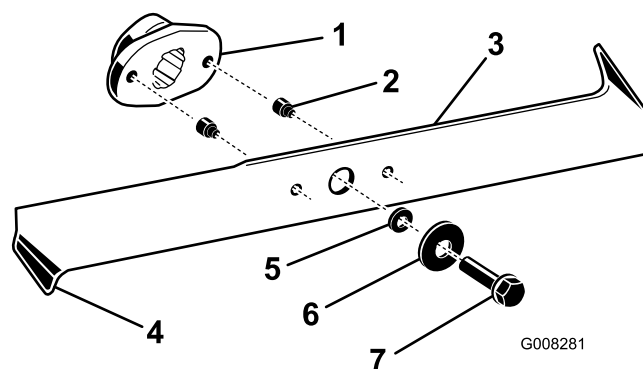

Figura 38
2. Inspeccione los filos de corte (Figura 38). Si los bordes no están afilados o tienen mellas, retire las cuchillas y afílelas; consulte Cómo afilar las cuchillas.
3. Inspeccione las cuchillas, especialmente los extremos inclinados (Figura 38). Si observa cualquier daño
4. Si los pasadores de seguridad están rotos, sustitúyalos inmediatamente (Figura 38).
3. Retire los pernos, las arandelas y las cuchillas (Figura 38). Inserte un bloque de madera entre cada cuchilla y el cortacésped para bloquear la cuchilla mientras se retira cada perno.
1. Instale las cuchillas, las arandelas y los pernos (Figura 38).